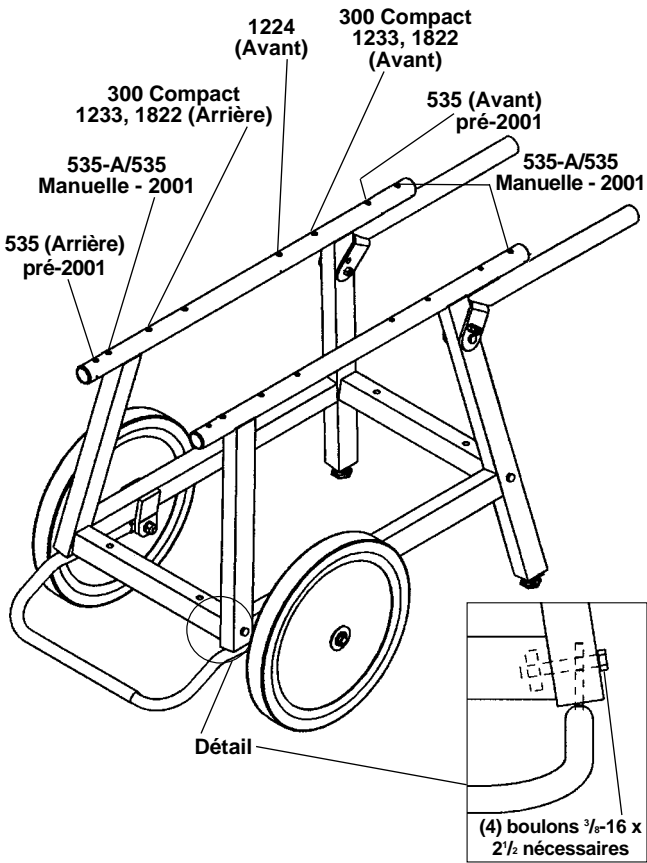

Figure 3 – Support
2. Montez le support avec ses étiquettes orientées vers l'intérieur (*Figure 3*).
3. Introduisez les arrêteurs en bas des pieds comme indiqué au dessin de détail. Utiliser les quatre (4) boulons 6-pans de $\frac{3}{8}$ – 16 x 2 $\frac{1}{2}$ po pour fixer les pieds à l'entretoise. Réglez les deux moitiés de l'arrêteur du support à la distance nécessaire pour recevoir les pieds arrière. La bride d'arrêt n'est ni nécessaire ni fournie avec le support fixe avec plateau N° 100A.
⚠ AVERTISSEMENT ! La stabilité opérationnelle des machines RIDGID dépend de l'utilisation des trous de montage appropriés (Figure 3).